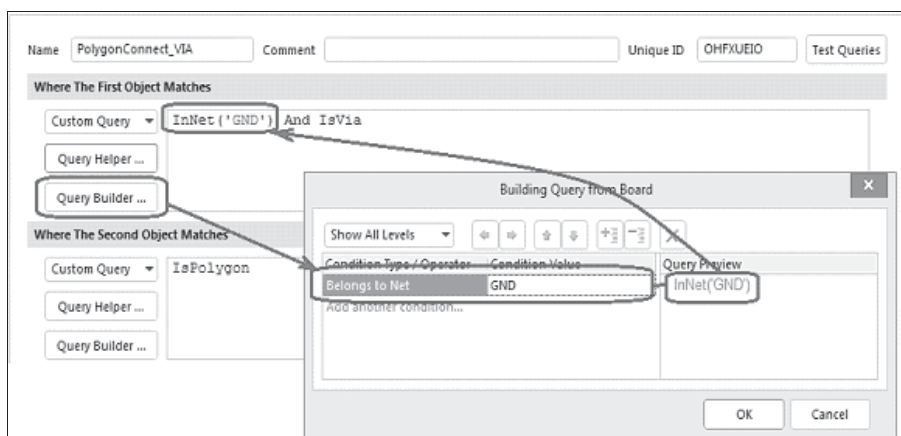

Рис. 5.8. Запрос на имя цепи
6. В секции **Where The First Object Matches** (Принадлежность первого объекта) раскрыть выпадающий список и выбрать функцию формирования запроса **Custom Query** (рис. 5.8).